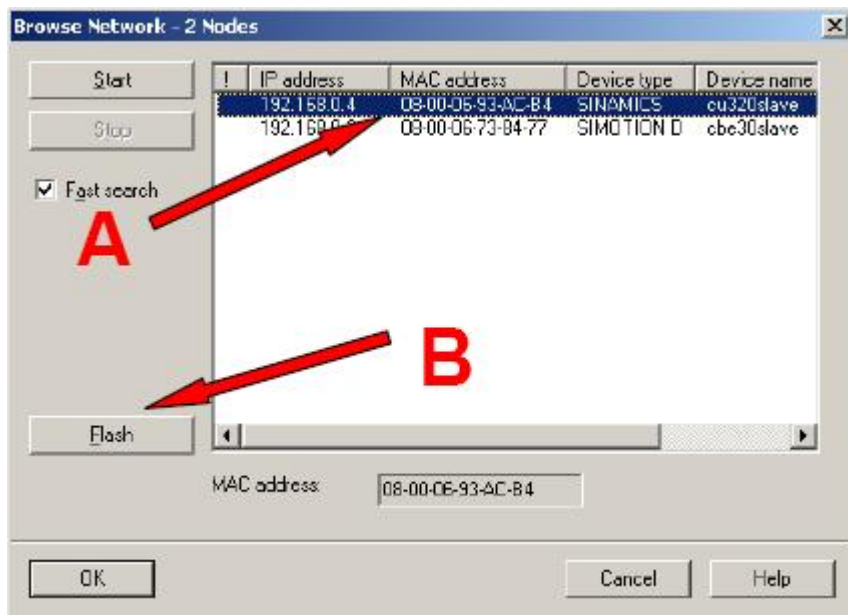

图 3-18 在网络中查找设备
(1) 通过按下图 3-18中的按钮“blinking”可进行设备的识别。